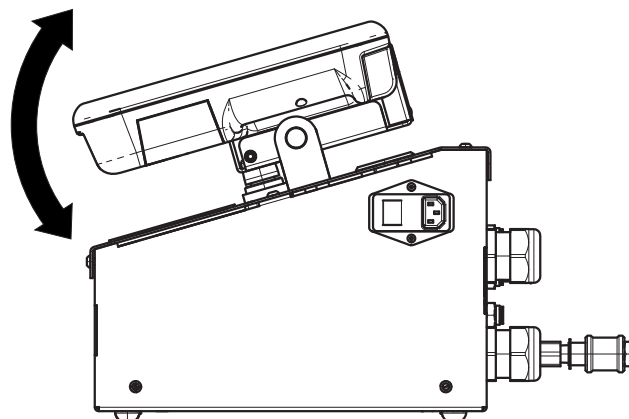

Рис. 13
2. Отрегулируйте угол установки ADM для обеспечения лучшего обзора. См. Рис. 13.